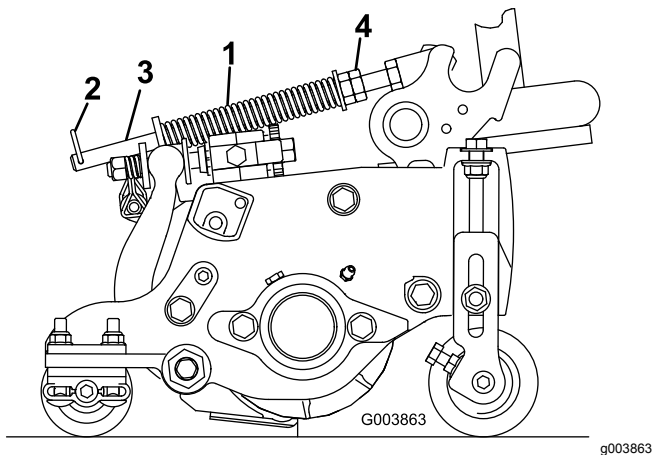

Figura 21
A mola de compensação de relva (Figura 21) transfere peso do cilindro dianteiro para o cilindro traseiro. Isto ajuda a reduzir o efeito ondulado na relva, também conhecido como ondulação ou “bobbing”.
1. Certifique-se de que o contrapino do gancho está instalado no orifício traseiro na haste da mola (Figura 21).
2. Aperte as porcas sextavadas na extremidade dianteira da haste da mola até que o comprimento da mola em compressão seja de 15,9 cm; consulte a Figura 21.